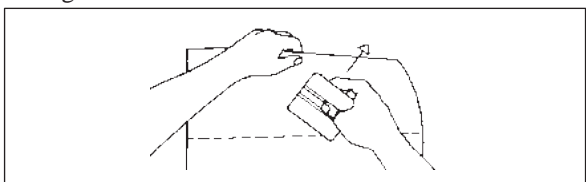

Fig. 22
4. Rimuovere il liner ed applicare la grafica usando la stessa tecnica del metodo a cerniera centrale. Fig. 22